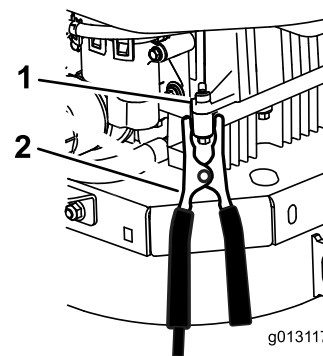

Figura 58
6. Eseguite il collegamento finale al blocco motore del veicolo bloccato (NON al polo negativo della batteria) lontano dalla batteria e spostate indietro (Figura 58).